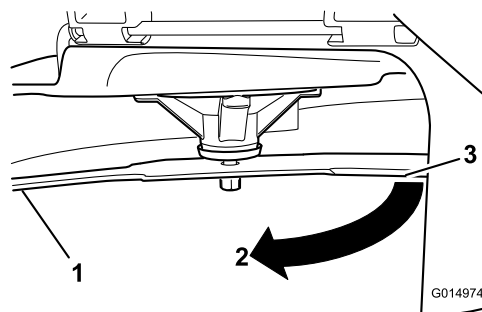

Figura 74
3. Distanza misurata tra la lama e la superficie (A)
4. Ruotate la stessa lama di 180 gradi in modo che il tagliente opposto si trovi ora nella stessa posizione (**Figura 74**).